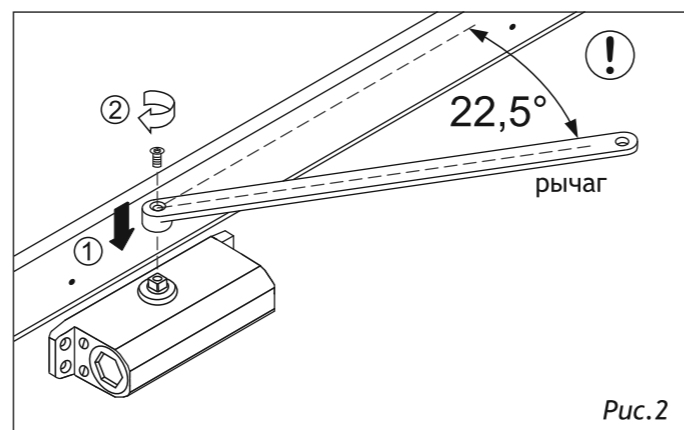

Рис. 2
3. Установите рычаг на доводчике под углом 22,5 градуса к горизонтальной плоскости к дверному полотну и закрепите его винтом М5х13 под шестигранный ключ из комплекта крепежа (рис. 2);